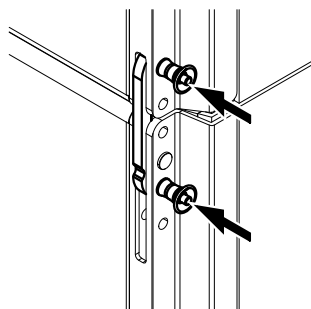

Abb. 2: SUB zu SUB, 0° Öffnungswinkel
- b. SUB zu SUB mit 0° Öffnungswinkel zwischen den Lautsprechern (⇒ Abb. 2).